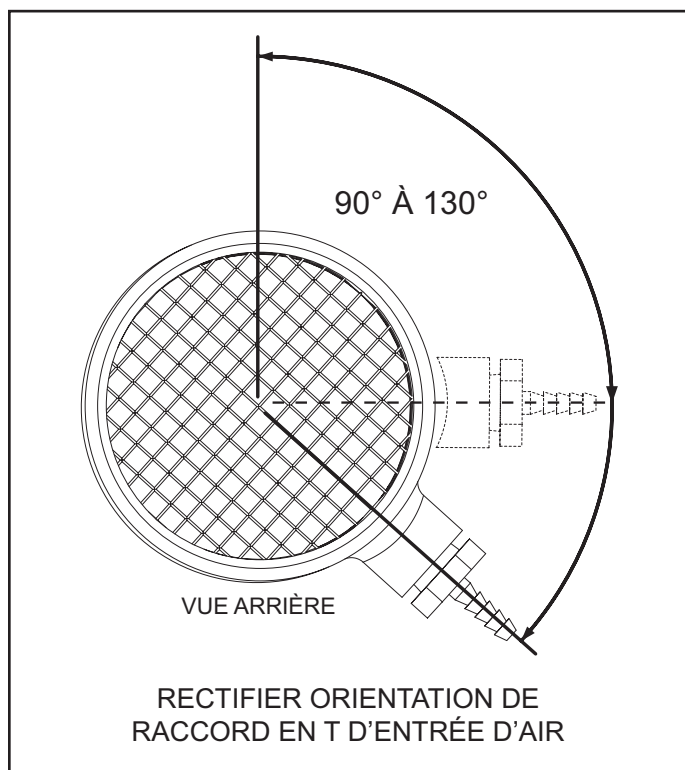

Figure 16
S'assurer que la barbelure de tuyau installé dans le raccord en T **N'EST PAS** dirigée vers le sol (180° - position de 6 h 00) avant de commencer l'installation de ventilation. Le raccord cannelé doit être incliné entre 90° et pas plus de 130° comme l'indique la Figure 16. Si le raccord cannelé est dirigé vers le bas, le condensat résiduel qui se forme, de temps à autre, dans le tuyau d'entrée d'air peut se vidanger dans le manostat de surveillance de l'entrée d'air par le biais du tube capteur attaché et d'endommager le manostat. Cette condition peut également entraîner des conditions de défaillance de surveillance de l'entrée d'air et des verrouillages des systèmes de commande connexes.
Le raccord en T d'entrée d'air est installé en usine avec la branche de 1/2 po et la barbelure de tuyau inclinées vers la droite à approximativement 130° quand vues de l'extrémité, voir la Figure 16. La branche de 1/2 po et la barbelure de tuyau du raccord en T ne doivent pas être inclinées plus bas (vers le sol) que cette spécification d'usine. Une inclinaison plus élevée, jusqu'à une position de 90° n'aura pas d'incidence négative sur le fonctionnement et est acceptable.
Inspecter l'inclinaison de la branche et de la barbelure de tuyau de 1/2 po du raccord en T en les observant de l'extrémité du Tee, voir la Figure 16. Si l'angle de la branche de 1/2 po et la barbelure de tuyau du raccord en T est plus bas que ne l'indique l'illustration, il faudra ajuster. Pour ajuster l'angle du raccord en T d'entrée d'air, suivre les étapes indiquées ci-dessous.
4. Ajuster l'angle du raccord en T de manière que la branche de 1/2 po et la barbelure de tuyau se trouvent à l'angle approprié comme l'indique la Figure 16.